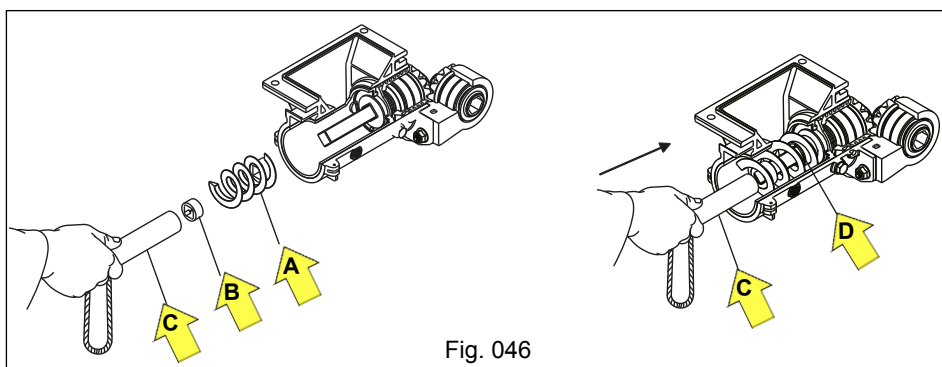

Fig. 046
c) Após a limpeza ou substituição, coloque a rosca sem fim "A", juntamente com o anel trava "B", através do tubo fixador "C", observando que a rosca sem fim e o anel trava fiquem bem posicionados na base do eixo acionador "D" (Fig. 046).